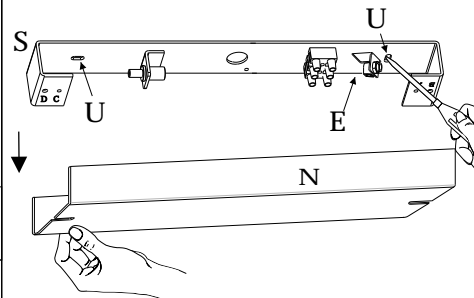

Fig. 1
- Fig.1** Separare la staffa "S" dal coperchio "N" agendo sul lato corto del rosone con le due mani.
- Fig.1** Fissare la staffa "S" al soffitto tramite i due fori "U".
- Fig. 1** Séparer l'étrier "S" du couvercle "N" en soulevant sur le côté court de la patère avec les deux mains.
- Fig. 1** Fixer l'étrier "S" au plafond à travers les 2 trous "U".
- Fig. 1** Separar la sujeción "S" de la tapa "N" actuando con las dos manos sobre el lado corto del rosotón "B".
- Fig. 1** Fijar la sujeción "S" al techo a través de los 2 agujeros "U".